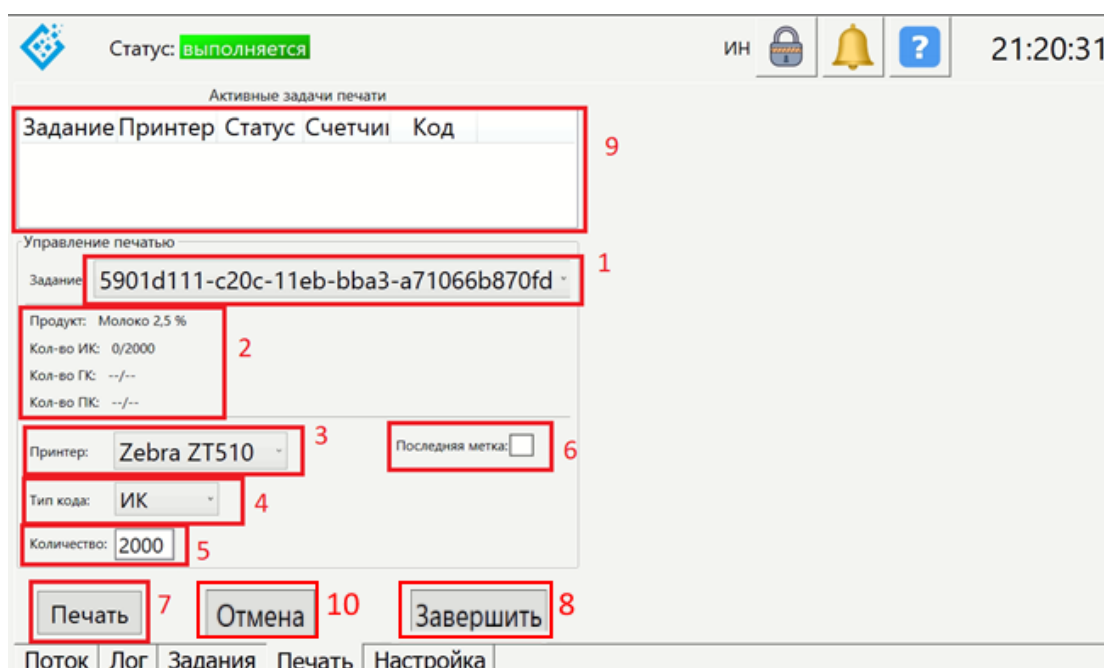

Рис. 7.1 Рис. 7.1 Окно печати
- Из выпадающего списка выбора задания печати выбрать необходимое (см. рис. 7.1, п.1);
- Удостовериться, что доступно необходимое количество кодов определенного типа. Счетчик выводит переменные X/Y, где X — количество напечатанных из задания кодов, Y — общее количество кодов в задании (см. рис. 7.1, п.2);
- Выбрать принтер для печати из выпадающего списка (см. рис. 7.1, п.3);
- Выбрать из выпадающего списка тип кода, который планируется печатать: ИК — индивидуальный код, ГК — групповой код, ПК — код паллеты (см. рис. 7.1, п.4);
- Указать количество кодов, которое требуется напечатать (см. рис. 7.1, п.5)
- Опционально, установить галочку «Последняя метка». При установленной галочке последняя этикетка будет напечатана с номером задания и количеством напечатанных кодов. Функция введена для удобства идентификации рулонов этикеток (см. рис. 7.1, п.6);
- Нажать на кнопку «Печать» (см. рис. 7.1, п.7).
При необходимости остановки активного задания на печать следует выбрать активное задание в окне «Активные задачи печати» (см. рис. 7.1, п.9), после чего нажать кнопку
«Отмена» (см. рис. 7.1, п.10).
После печати необходимого количества кодов задание на печать следует завершить путем нажатия на кнопку «Завершить» (см. рис. 7.1, п.8). Производственные задания завершать не надо, поскольку производственное задание удалится из окна печати после завершения задания (см. П.6 руководства).